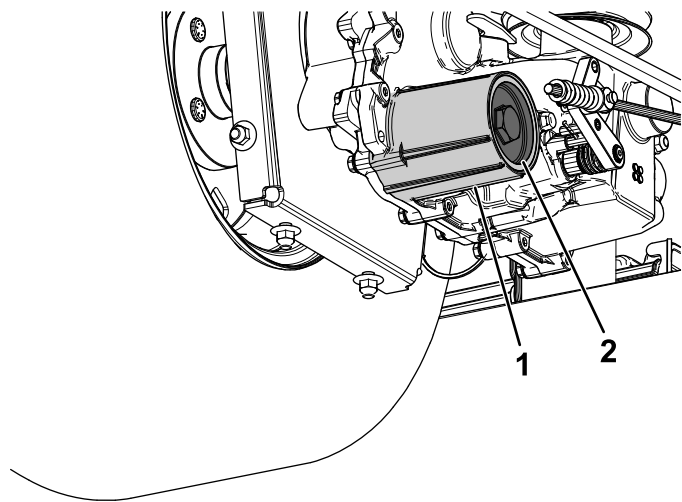

Figura 71
7. Îndepărtați capacul filtrului pentru ulei hidraulic de pe transmisie, pentru a scurge uleiul (Figura 71).